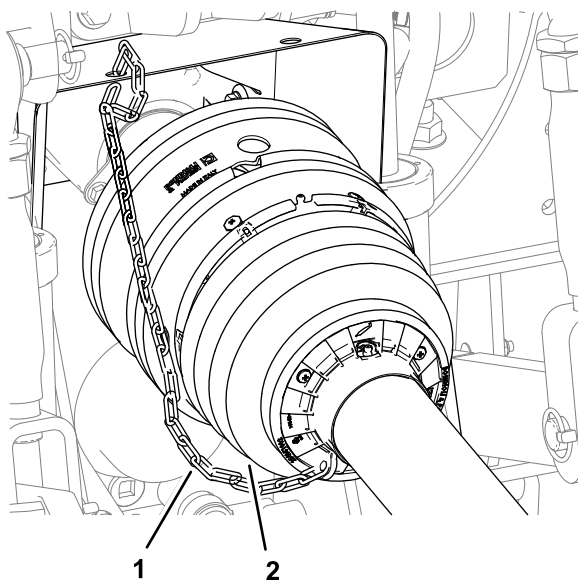

Figura 13
5. Verifique se a corrente de retenção está instalada entre o resguardo do eixo da tomada de força dianteiro e a peça fixa no veículo de reboque (Figura 13).